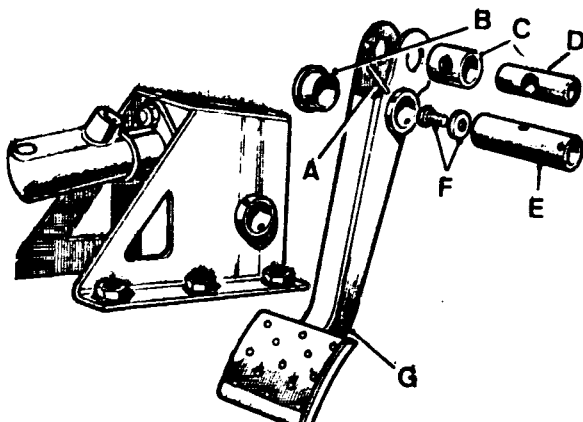

Fig. B2-20 - Pedal del embrague desmontado.
1.3.- Con un botador se extraerá el fiador (fig. B2-20) del eje y, luego, éste y el pedal, en unión de la articulación, manguito separador y casquillo, piezas que podrán separarse si fuese necesario.